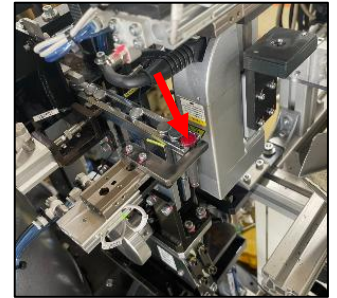

図1. NGマスタ投入
- ・NGマスタを供給レールシュートエンドに投入する。(図1)